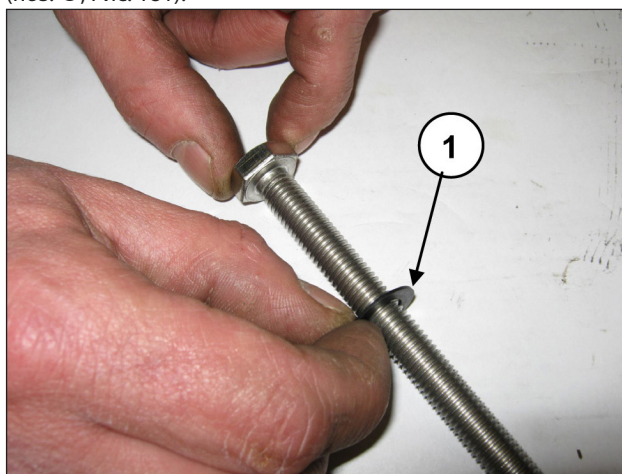

Рис. 181
Наденьте шайбу Ø10х18х0,9 на крепежный винт поршня (поз. ①, Рис. 181).